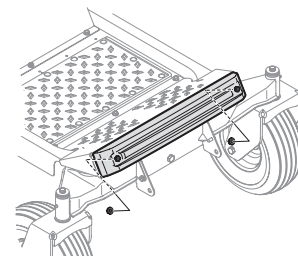

Figure 36
- Placez le contrepoids sur le repose-pieds, puis fixez-le avec 2 écrous à bride de 3/8 po (712-04065) du même kit de quincaillerie (712-04065). Voir Figure 36.